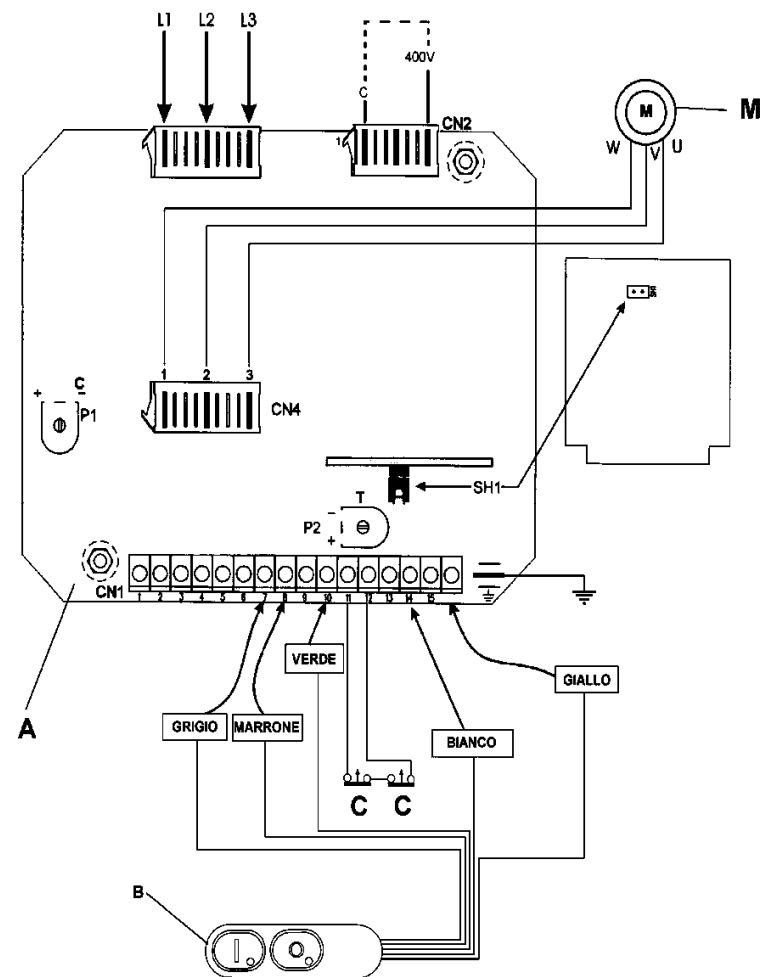

Fig.2.6.1
2.6.1 Schéma électrique triphasé à 400V (Fig. 2.6.1)